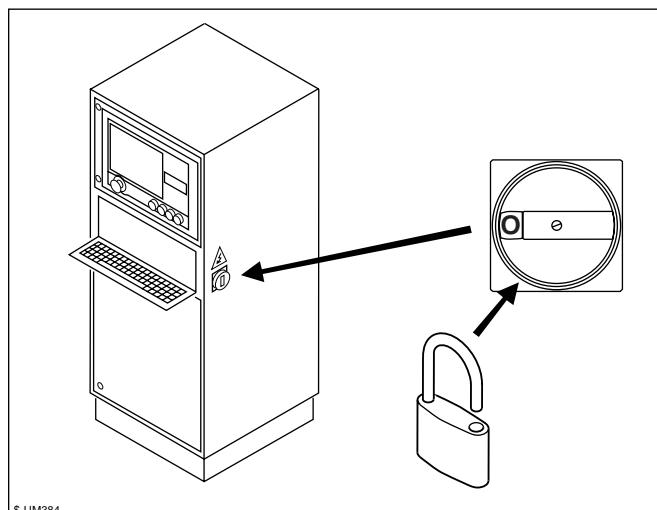

Fig. 1.5.1a
**NOTA:** Sull'apparecchiatura elettrica è presente un interruttore generale (fig. 1.5.1a) che agisce sull'alimentazione elettrica.